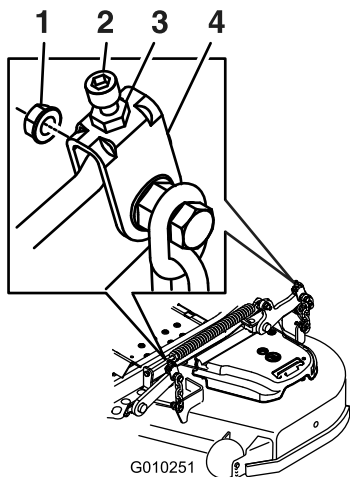

Figura 95
11. Para las carcassas de corte identificadas en Figura 95, gire la tuerca de ajuste del conjunto de elevación de la carcassas delantera para modificar la altura (Figura 95).